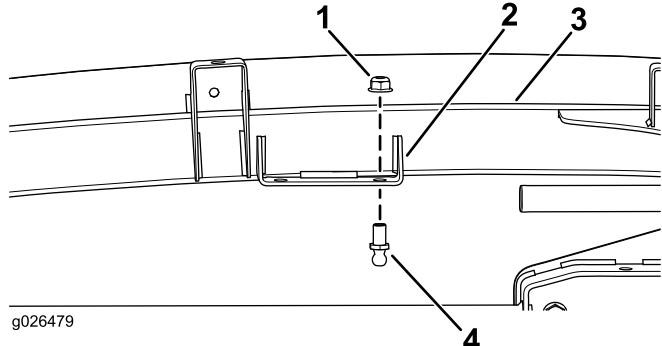

Figure 1
- Insérez la tige de rotule dans le trou arrière du support sur le cadre de la cabine et placez le contre-écrou (5/16 po) sur la tige de rotule (Figure 1).